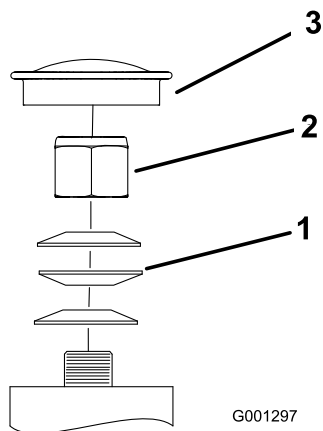

Figure 55
3. Retirez le capuchon anti-poussière de la roue pivotante et serrez le contre-écrou (Figure 55).
4. Continuez de serrer le contre-écrou jusqu'à ce que les rondelles élastiques soient aplaties, puis desserrez-le de 1/4 de tour pour obtenir la précharge correcte des roulements (Figure 55).
Important: Veillez à placer les rondelles comme illustré (Figure 55).
5. Remettez le capuchon anti-poussière en place (Figure 55).